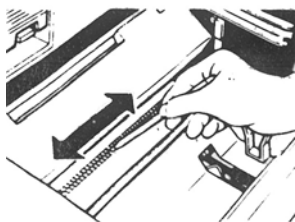

图 5-41 清洁热敏打印头
④ 按下列程序清洁热敏打印头，如图 5-41 所示。
(5) 清洁曝光灯